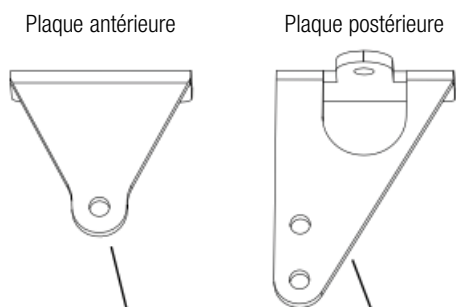
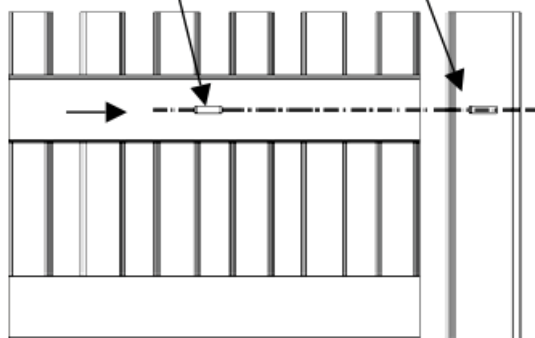

FIG. 4
FIG. 5
Fixer la plaque postérieure sur le pilier (Fig. 4), en respectant les quotas prévus. Si le poteau est en fer, il est possible de visser directement l'attache en utilisant 3 vis filetées M8.
**ATTENTION:** lorsque l'on établit la hauteur du sol à laquelle fixer la plaque sur le pilier (Fig. 4), tenir compte que la plaque pour l'ancrage du piston sur la grille doit être fixée au même niveau (Fig. 5).